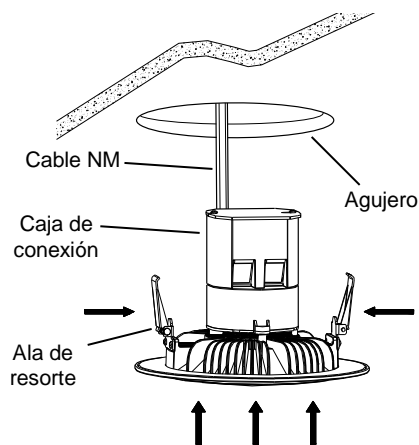

Fig. 4
7. Levante el adaptador decorativo Easy-UP™ hasta el agujero del techo, mientras simultáneamente empuja el cable en exceso NM en el agujero. (Fig. 4)
8. Levante y apriete las alas de resorte contra la caja de conexión, como se muestra, e inserte el adaptador decorativo Easy-UP™ en el agujero, empezando con la caja de conexiones. (Fig. 4)